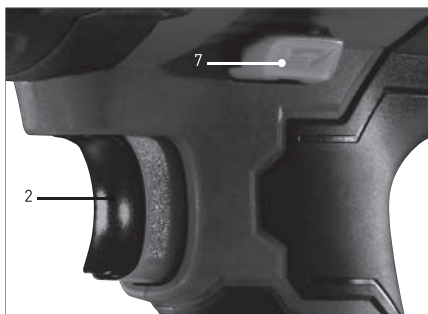

FIG.6
3. VARIABLE SPEED TRIGGER - FIG.6